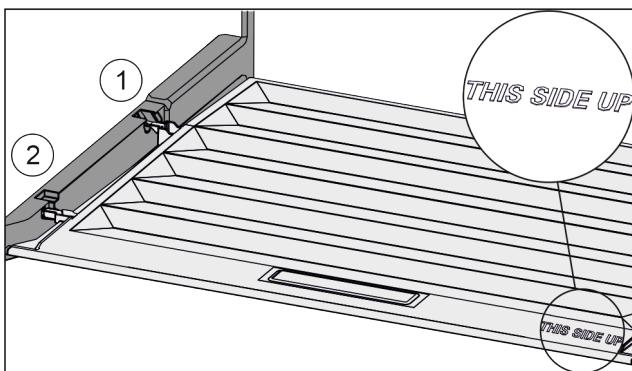

Fig. 104
- Пъхнете шийките на капака през отвора в задния държач Fig. 104 (1) и фиксирайте отпред в държача Fig. 104 (2).